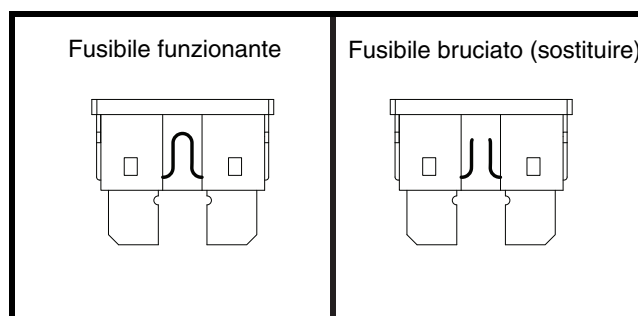

Figura 27. Sostituzione del fusibile
2. Esaminare il fusibile per accertarsi che sia bruciato. **Vedere figura 27.**